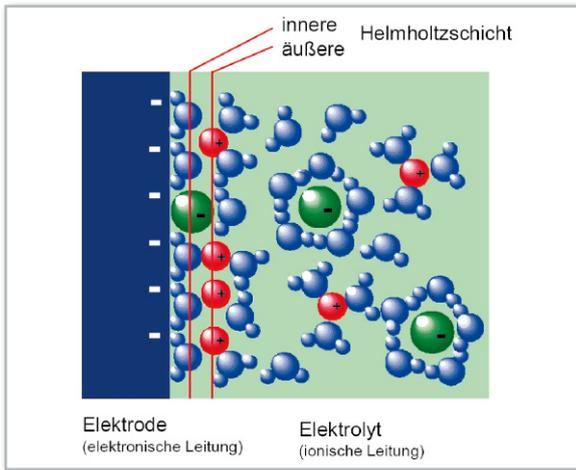

Bild 14: An der Grenzfläche zwischen Elektrolyt und Elektrode bildet sich eine Helmholtz'sche Doppelschicht als äußerst dünnes Dielektrikum.
Der Physiker Hermann von Helmholtz (1821–1894) hatte bereits 1853 festgestellt, dass an der Phasengrenze zwischen fest und flüssig eine Ladungstrennung mit Isolierwirkung auftritt (Abbildung 14, Quelle: M. Waidas, Siemens AG). Dieser Bereich wurde von Helmholtz als Doppelschicht bezeichnet und gibt den Doppelschicht-Kondensatoren ihren Namen. Aus den atomaren Dimensionen der Schichtdicke (typ. 1 nm) folgen gemäß Gleichung (3) sehr große Kapazitäten. Durch die Verwendung von Aktivkohle mit ihrer enorm hohen aktiven Oberfläche von bis zu 3000 m²/g als Elektrodenmaterial kann die Kapazität nochmals drastisch gesteigert werden. Bauformen, die bei herkömmlichen Elektrolyt-Kondensatoren Kapazitäten von typ. 100 µF ermöglichen, lassen bei Doppelschicht-Kondensatoren ohne weiteres 10 F (!) zu, also das 100.000fache.